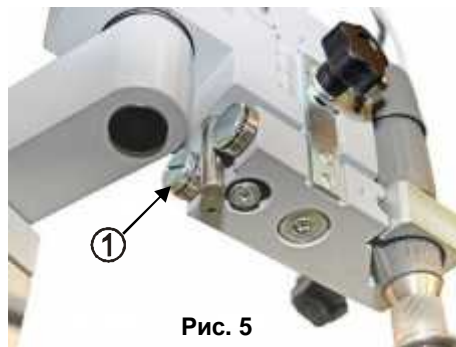

Рис. 5
8.2.1 Для устранения люфтов в механизме вертикального перемещения каретки ослабить контргайку эксцентрика (13, рис.1) и, осторожно поворачивая эксцентрик с помощью отвертки, выбрать зазоры. Добившись плавного, легкого, безлюфтового перемещения механизма, зафиксировать положение оси контргайкой. Аналогично устраняется люфт в скалке каретки (1, рис.5).